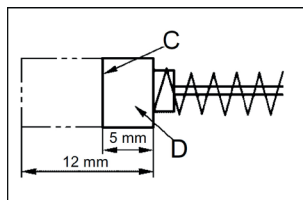

рис. 11
- Систематически контролируйте состояние угольных щеток электрического двигателя (загрязненные или чрезмерно изношенные щетки могут вызвать сильное искрение и уменьшение частоты вращения инструмента, а также выход его из строя). Предельный износ угольных щеток – остаток менее 5 мм (рисунок 11).